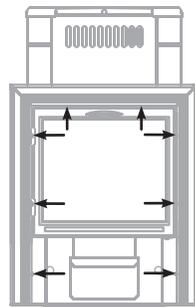

Рисунок 6. Винты для демонтажа дверки при монтаже печи «Ангара Витра»
- 1) открутить саморезы 8 шт., которыми прикрепляется дверка с рамкой к топливному каналу и снять ее; (см. рисунок 6)